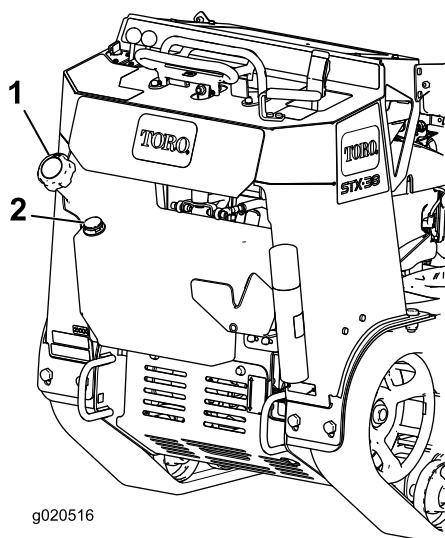

図 18
3. 燃料キャップ 図 18 の周囲をきれいに拭いてキャップ外す。